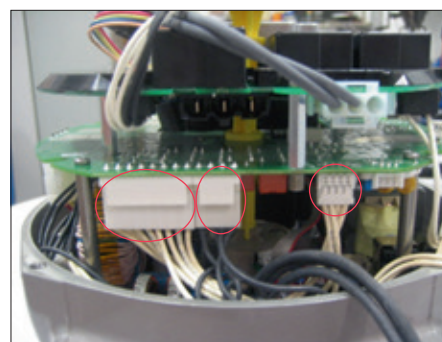

Figuur 42
- Schroef de 3 afstandstukken vast en draai de schroef los waarmee de motorkabel is bevestigd (Figuur 42).